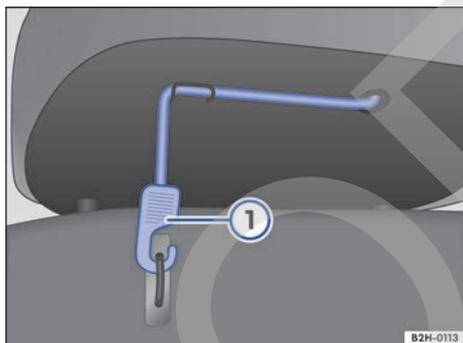

Fig. 40 Asiento trasero: cinta de sujeción de la banqueta.
- Desenganche la cinta ⇒ **fig. 40** ① de su fijación en la banqueta.